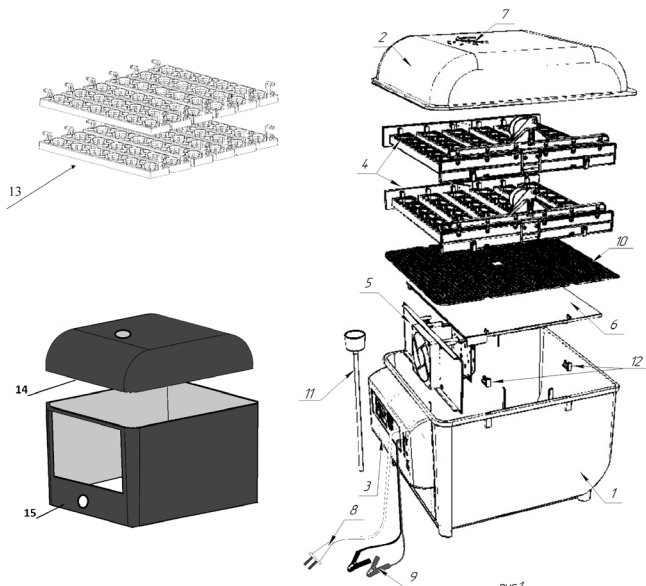

рис.1
Внешний вид, устройство инкубатора и правильная очередность сборки изображены на рис. 1.
Блок вентилятора с нагревателем мощностью 80 Вт (поз. 5, рис. 1), работающего от сети 220 В ~, аварийного нагревателя 100 Вт, работающего от АКБ (аккумуляторной батареи) 12 В --- собраны на пластмассовой панели, которая установлена в пазах корпуса и может выниматься из корпуса для облегчения промывки корпуса после вывода птенцов.
Блоки лотков (поз. 4, рис. 1) для укладки яиц установлены в два яруса.
Верхний лоток устанавливается на четыре специальные съемные опоры (поз. 12, рис. 1) в корпусе, нижний – на специальные установочные места на экране (поз. 6, рис. 1).
7.1.5. Используя воронку, залить водой одну ванну под номером 1 или 6 (одну из крайних ванн на дне корпуса инкубатора). Вода должна быть дистиллированная или кипяченая. Температура воды $\approx 30 - 35^\circ\text{C}$. Воду необходимо доливать до верха ванны, не допуская перелива в соседнюю. В случае перелива в соседнюю влажность стабилизируется только после того, как разлитая вода испарится. Решетку поз. 10 рис. 1 на экран поз. 6 рис. 1 устанавливать не нужно, решетка потребуется на последнем этапе вывода. **В дальнейшем необходимо скорректировать влажность (см. п.п. 7.6) для вида выводимой птицы, руководствуясь справочниками по выведению.**